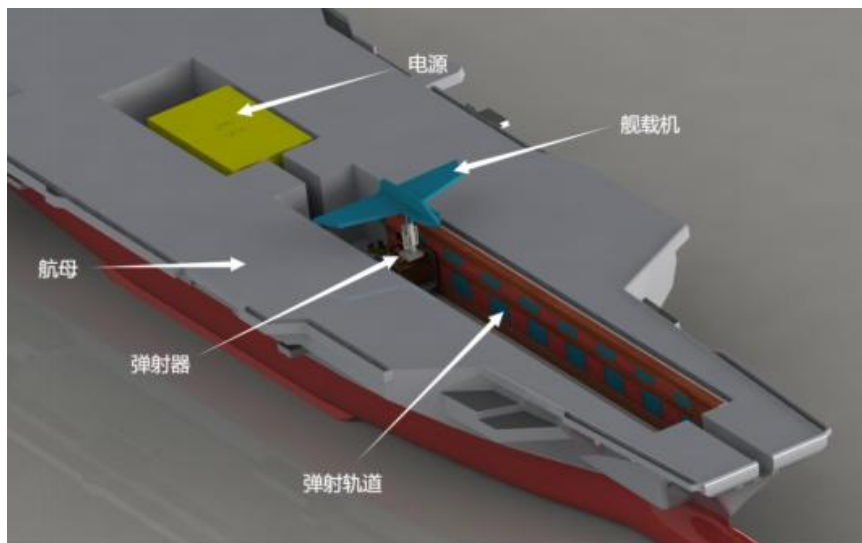

图 2：航母模型图
投篮	1. 机器人需要根据抽取的色卡颜色自主行驶到对应颜色的篮筐处进行投篮。 2. 若颜色对应正确且投篮成功，则计算投篮的有效得分，投篮得分系数为1。 3. 若颜色对应错误但投篮成功，则计算投篮的有效得分，投篮得分系数为0.5。 4. 投篮区域分为2分区、3分区、5分区。在不同区域投入篮筐获得不同得分（如图2）。 5. 有效进球得分： (1) 机器人进球时，任意部位垂直投影在2分区内，计2分/球。 (2) 机器人进球时，任意部位垂直投影在3分区域，且不在2分区域，计3分/球。 (3) 机器人进球时，其垂直投影完全在黄色区域，计5分/球。